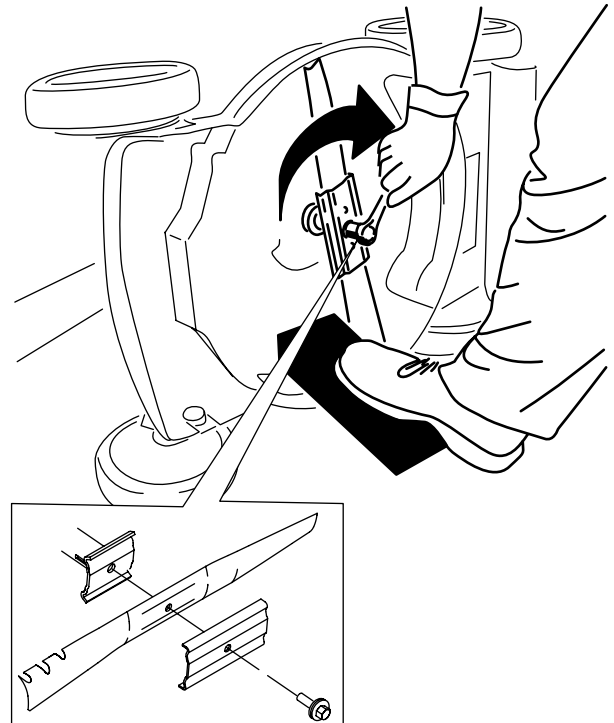

Figure 22
4. Montez la nouvelle lame et toutes les fixations (Figure 22).